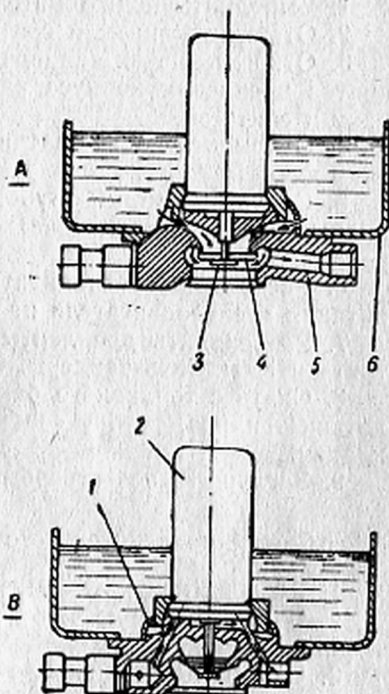

Рис. 42. Электрический подкачивающий насос:
3. Отвинтить винты и снять панель бензобака из-под основного топливного бака (рис. 42).